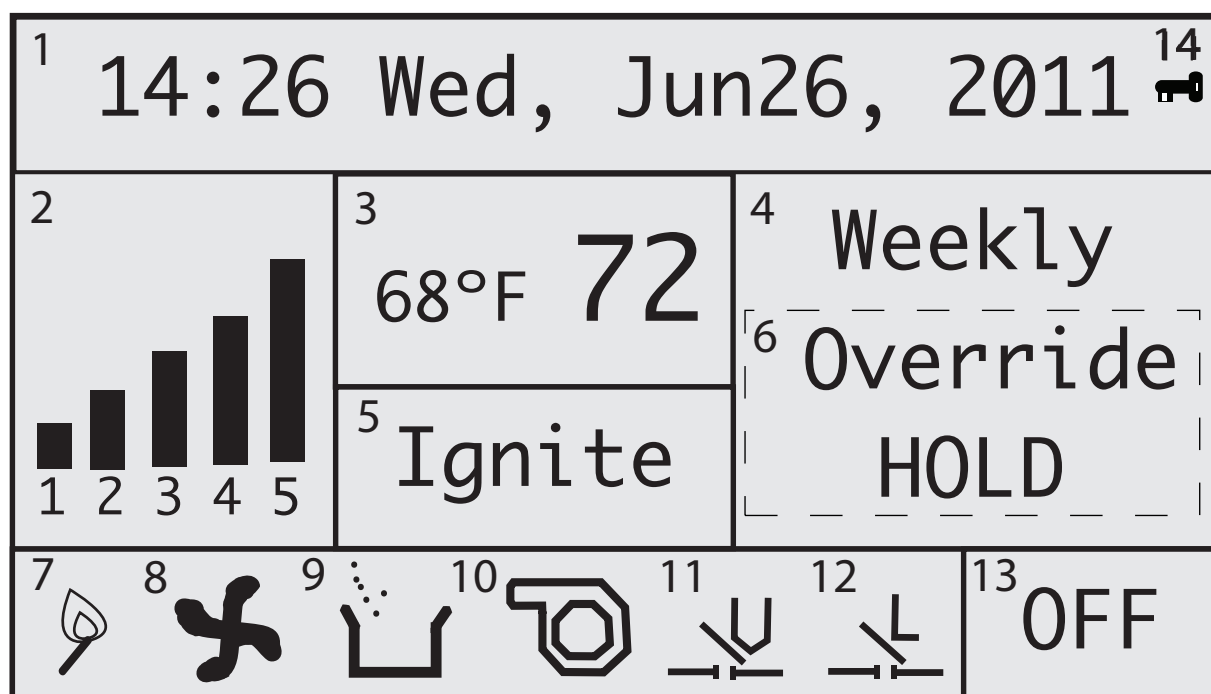

Figure 19 : Écran d'affichage principal de la commande
Lorsque le poêle se met en marche, l'indicateur d'allumage et l'indicateur de ventilateur de combustion s'affichent à l'écran (icônes 7 et 8 à la Figure 19, page 23). Le message **Ignite** (allumage) s'affiche également dans la zone de phase de marche de l'écran. Après quatre secondes environ, l'indicateur de contacteur à dépression s'affiche. Noter également que l'indicateur d'ouverture du couvercle de trémie (indicateur de limite) s'affiche dès lors que le couvercle de la trémie du poêle est hermétiquement fermé.
9. Lorsqu'un calendrier est configuré, vérifier que l'écran principal de la commande affiche « Weekly » (pour la marche en mode hebdomadaire) et que l'appareil est en marche. Le calendrier ne prend effet que si le poêle est en marche en mode hebdomadaire (voir repère 13 à la Figure 19).